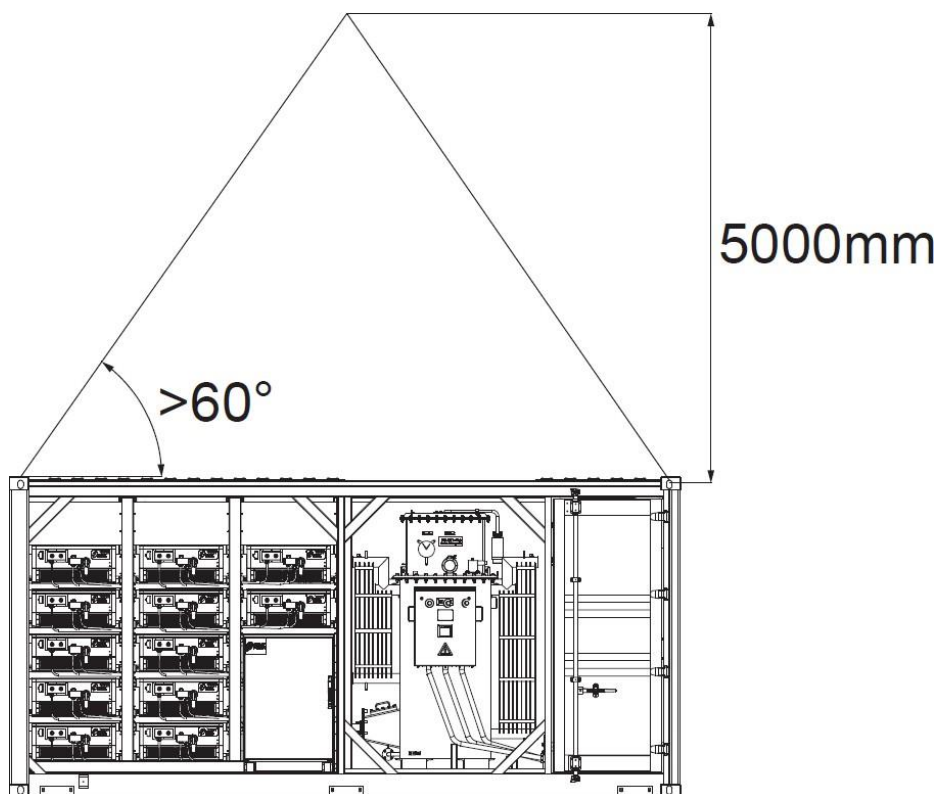

Figura 3-4 Diagrama esquemático do manuseio com guindaste
- O cabo de elevação utilizado tem uma capacidade de carga superior a 10 toneladas e um comprimento superior a 6,5 metros. São utilizados 4 cabos de elevação para elevar nos 4 cantos. O ângulo entre o cabo de elevação e o equipamento não deve ser inferior a 60° (Figura 3-4), e a capacidade de carga total não deve ser inferior a 40 toneladas.